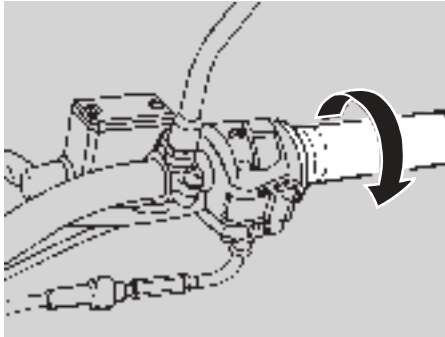

Fig. 24
- ♦ Apriete el pulsador "⊕" (2-Fig. 23) por algunos segundos (haciendo funcionar el motor en vacío) con el puño de gas completamente girado (Fig. 24).